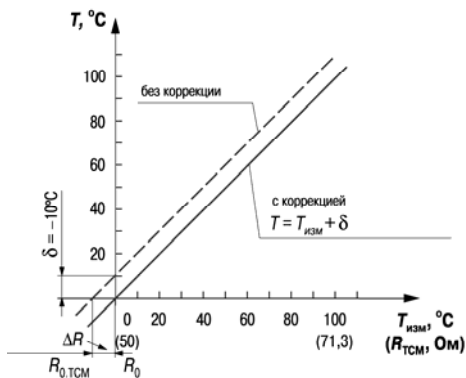

Рис. 4
3.1.5.2. Для компенсации погрешностей $\Delta R = R_0 - R_{0,TCM}$, вносимых сопротивлением подводящих проводов R_{TCM} при использовании двухпроводной схемы подключения ТС, к каждому измеренному значению параметра $T_{ИЗМ}$ прибавляется заданное пользователем значение δ («сдвиг характеристики датчика»). На рис. 4 приведен пример сдвига характеристики для датчика TCM(Cu50).